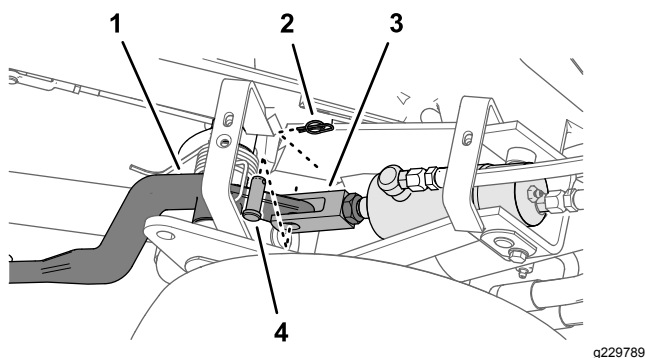
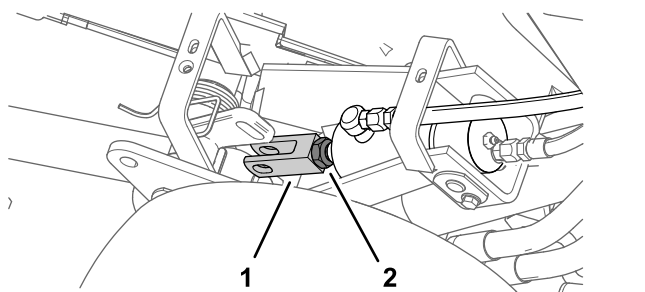

Figura 47
Figura 48
3. Liberte a porca de bloqueio que prende a união de forquilha ao cilindro da unidade de corte que deseja ajustar (Figura 47).
4. Retire o pino de retenção e o passador de forquilha (**Figura 47**)
5. Rode a manilha até atingir a altura desejada (**Figura 48**).
6. Monte a união de forquilha no braço de elevação com o passador de forquilha e o pino de retenção e aperte a porca de bloqueio (**Figura 47** e **Figura 48**).